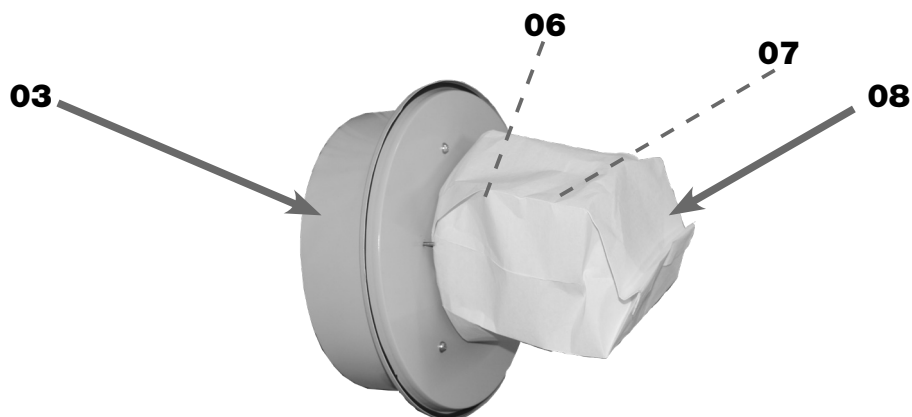

FIGURA 06C – Filtros na caixa do Motor
4. COLOCAR o Cartucho de Filtro (07) na caixa do Motor (06) (figura 06C);
3. VERIFICAR se o Cartucho de Filtro (07) e o Saco de Filtro (08) estão corretamente encaixados a caixa do Motor (06) (figura 06C);